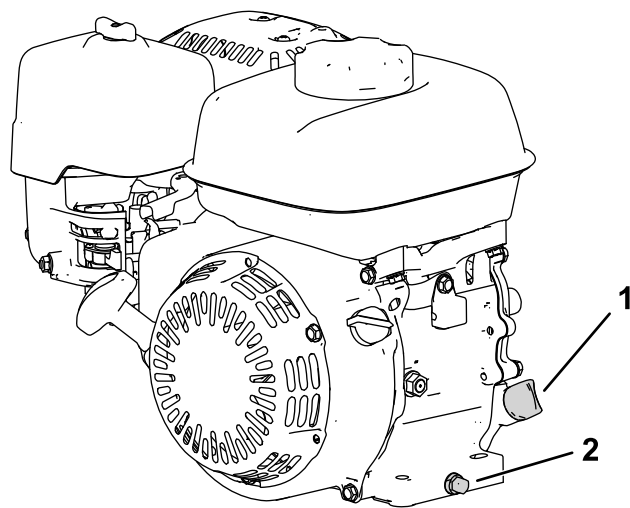

図 25
2. エンジンが水平になるように駐車し、オイル補給口の周囲をきれいに拭く 図 25。
3. ドレンプラグ、ワッシャ、ディップスティックを外す図 25。